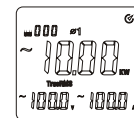

图8-1
- 4) 负载为三相四线制时，先按SELECT键选择第一相位 $\phi 1$ ，如图8-1，显示相位 $\phi 1$ 的视在功率kVA值，电压V值，电流A值。